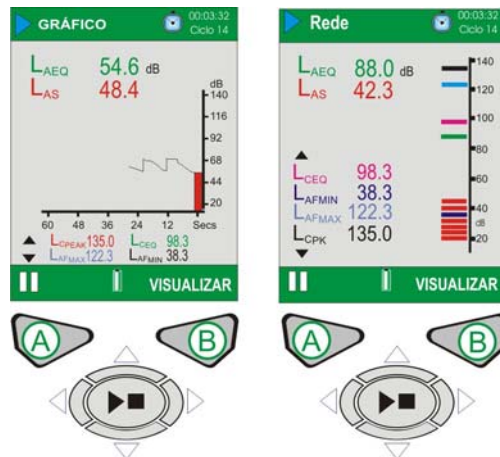

Figura 13 Telas do Ciclo no CEL-620A
CEL-620A (Consultar a Figura 13). Os valores de banda larga podem ser observados como gráfico de barras na tela Principal ou como histórico temporal gráfico na tela do Gráfico. Pressione a tecla Ver (B) para alternar entre as telas do Gráfico e Principal.